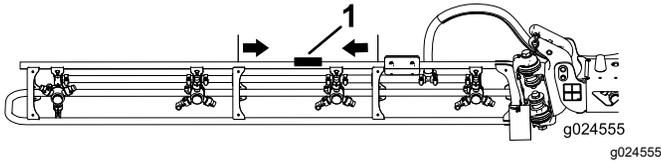

Figura 29
1. Individuate il centro di una barra esterna tra le staffe, come mostrato nella Figura 29.